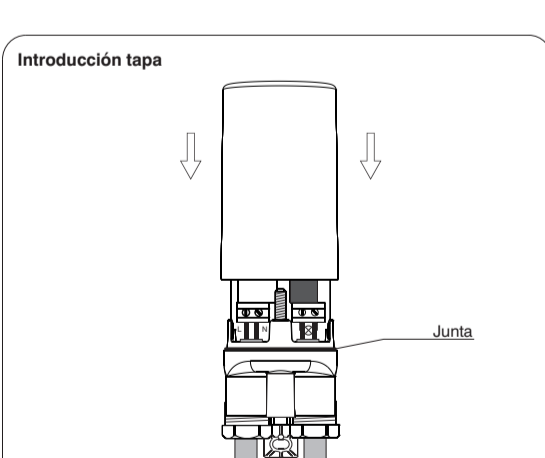

fig. 5
- introducir la tapa (fig. 5) y oprimirla hasta el tope, sobre el tornillo de seguridad.